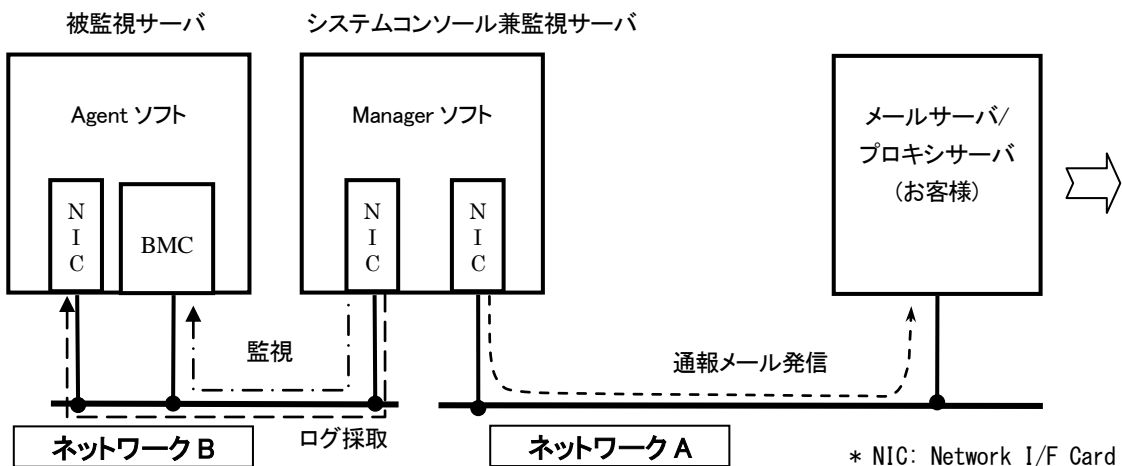

図 3-6
- ・ ネットワーク B を他の目的で利用しなければ、被監視サーバの NIC との接続もネットワークを介して行うことが可。図 3-6 を参照。